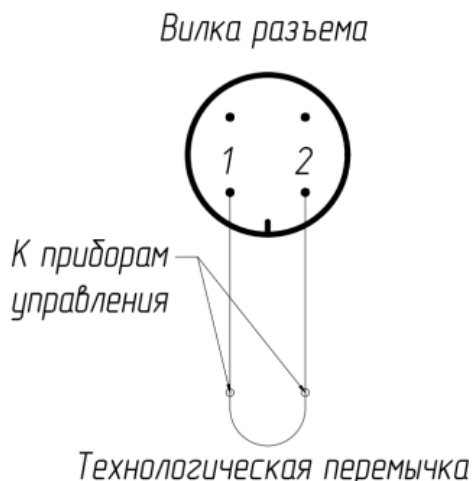

Рис. 4. Схема подключения МПП к линии пуска.
6.5.4. Отстыковать розетку с технологической перемычкой (рис.4).